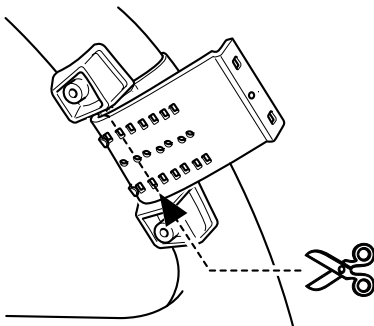

Fig. 9
2. Corte la porción extra de la correa en el centro del sujetador interior. (Fig. 9)